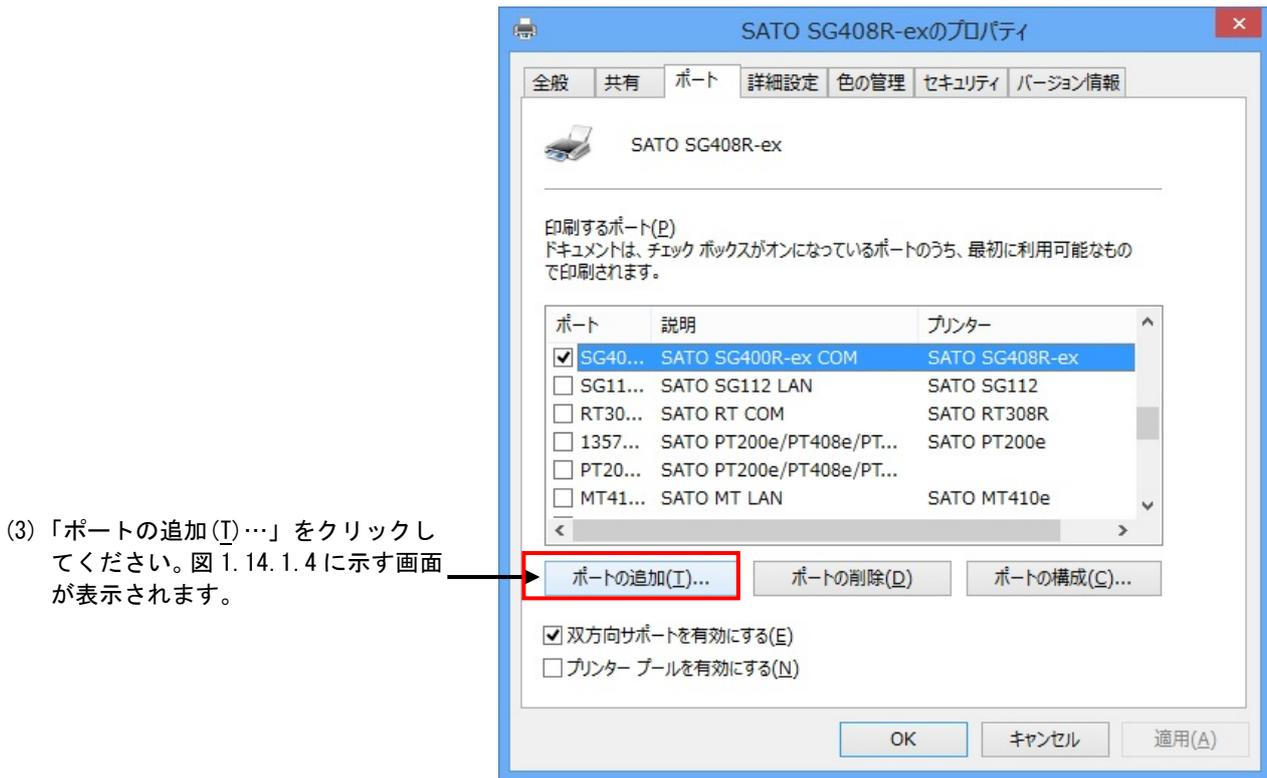

図 1. 14. 1. 3 「ポート」画面
(4) 「SATO SG400R-ex ... Port Monitor」の中から、ご使用になる接続先デバイスに対応したものを選択し「新しいポート(P)…」ボタンをクリックしてください。図 1. 14. 1. 5～図 1. 14. 1. 7 に示すように、追加するポートに対応した画面が表示されます。